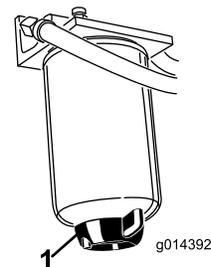

Figure 36
Vidangez chaque jour l'eau ou autres impuretés qui se trouvent dans le séparateur d'eau (Figure 36). Changez la cartouche du filtre toutes les 400 heures de fonctionnement.
- Dévissez le bouchon de vidange en bas de la cartouche du filtre (Figure 36).